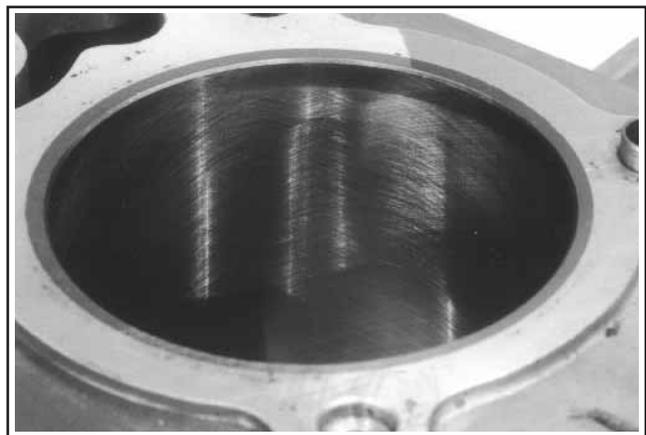

Figura 10-1. Quadriculado do Orifício do Cilindro após Rectificação.
3. Quando o orifício se encontrar dentro de **0,064 mm (0,0025 pol.)** do tamanho desejado, retire as pedras grossas e substitua por pedras de polimento. Continue com as pedras de polimento até atingir **0,013 mm (0,0005 pol.)** o tamanho desejado e depois utilize pedras de acabamento (dureza 220-280) e continue a polir até ao tamanho final. Se a rectificação tiver sido bem feita, dever-se-á observar um quadriculado. O quadriculado deverá interceptar a aproximadamente 23-33° da horizontal. Um ângulo demasiado plano pode fazer com que os anéis avancem e se desgastem excessivamente; um ângulo demasiado inclinado resultará em consumo de óleo elevado (consulte a Figura 10-1).